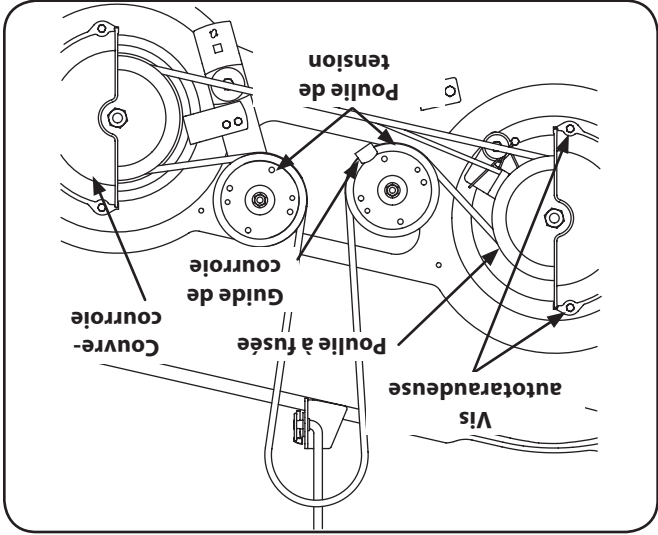

Figure 7-6
2. Retirez les couvre-courroies en enlevant les vis autorotatives qui les maintiennent sur le plateau de coupe. Voir la Fig. 7-6.
4. Dégagez doucement la courroie du plateau de coupe des deux poulies à fusée et des deux poulies de tension du plateau de coupe. Voir la Fig. 7-6.